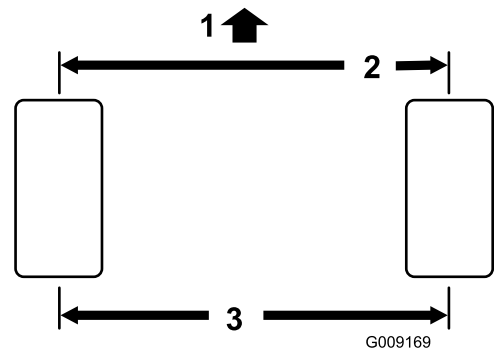

Figura 72
1. Meça a distância de centro a centro (à altura do eixo) na zona dianteira e traseira dos pneus da direcção. A medição dianteira deverá ser 3 mm inferior à medição traseira (Figura 72).